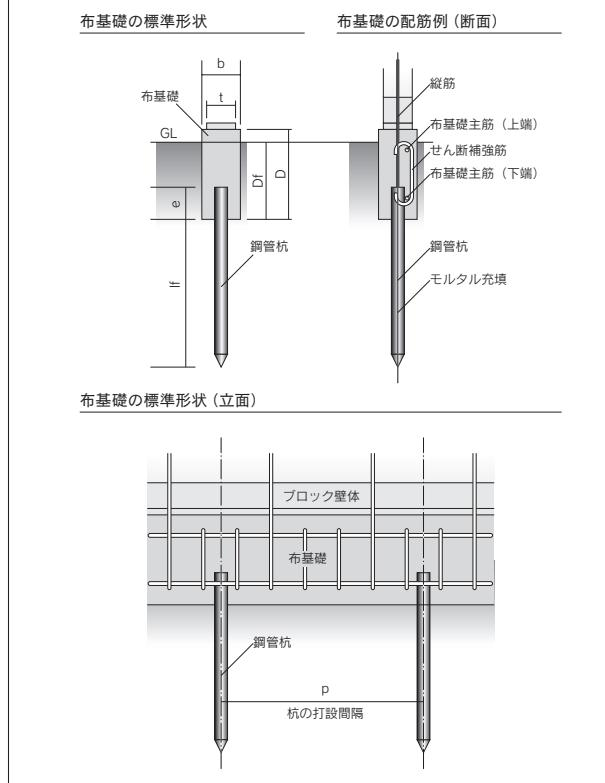

図3 鋼管杭基礎の標準形状および配筋
②基礎の配筋
- ①ブロック壁体、控壁および平門柱の布基礎は上下に各D10以上の主筋を配置した複筋梁とする。
- ②布基礎には、D10以上のあら筋を500mm以下の間隔で配置し、主筋に180°フックでかぎ掛けする。
- ③基礎スラブ部分のベース筋は、D10以上の鉄筋を500mm以下の間隔で配置し、その先端にD10以上の配筋筋を配置する。
- ④L形基礎のあら筋およびベース筋は、D10以上の鉄筋をL形に曲げて配置することができる。
- ⑤控壁、控柱ならびに門柱の主筋は、基礎に定着させる。
- ⑥控壁、控柱ならびに門柱の基礎と接合するブロック壁体の布基礎の主筋は、通し配筋とするか、それらの基礎に定着させる。
③鋼管杭基礎工法
- ①杭に使用する鋼管はJIS A 8951(鋼管足場)に規定される単管足場用鋼管で外径が48.6mm、厚さ2.5mmで亜鉛メッキされているもの、およびそれと同等以上のものとする。
- ②布基礎は鉄筋コンクリート造とし、その形状および杭の配置は下記、表5、表6ならびに図3による。
- ③杭の打設に際し、杭先端にパイプ用キャップを取り付け、鋼管内に土が入らないようにする。
- ④鋼管の内部にはモルタルを充填する。充填モルタルの調合はセメント/砂容積比が1/2程度で、流動性に富むものとする。
- ⑤打設に先立ち、試験杭で貫入抵抗を確認し必要長さを決定する。
- ⑥布基礎の配筋は前項の規定による。